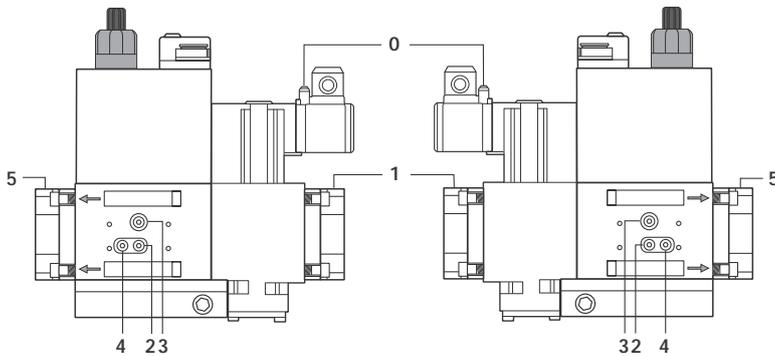
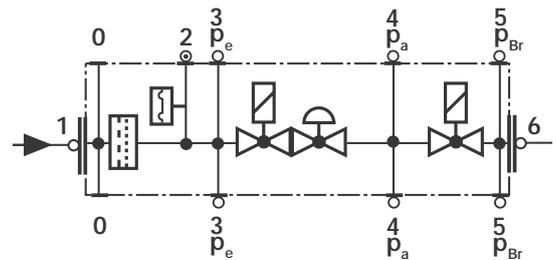

Рис. 28
Рис. 29
- Почистить или заменить фильтр, если разница давления между точками 1 и 2 (Рис.28 - Рис.29) $\Delta p > 10$ мбар.